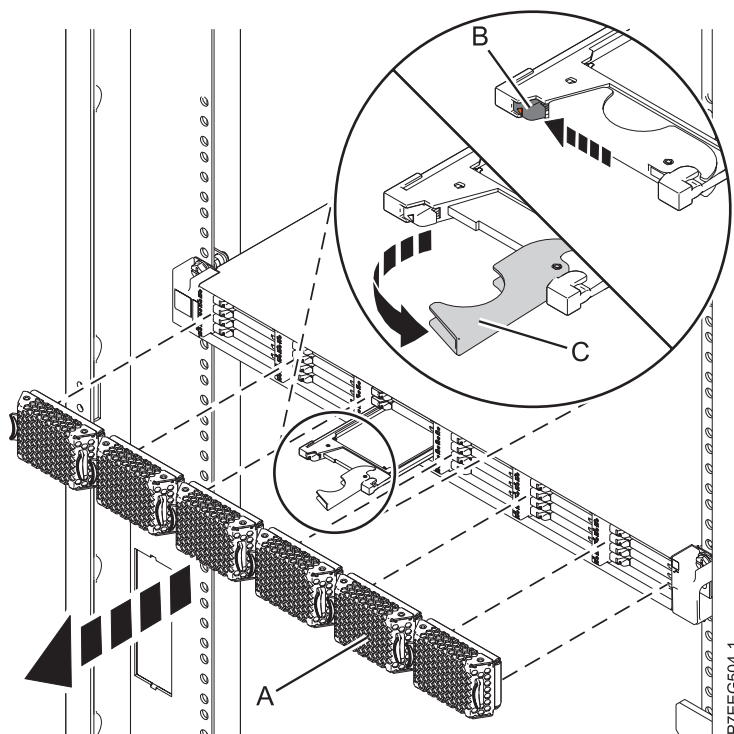

Figura 30. Extracción de la unidad de estado sólido de Alojamiento de almacenamiento PCIe de EDR1
4. Cuando el LED de identificación de la unidad de estado sólido se encienda de manera fija, deslice suavemente el pestillo de liberación (B) por encima para desbloquear el asa de la unidad. Consulte Figura 30.
5. Agarre el asa (C) y saque parcialmente la unidad de la ranura.